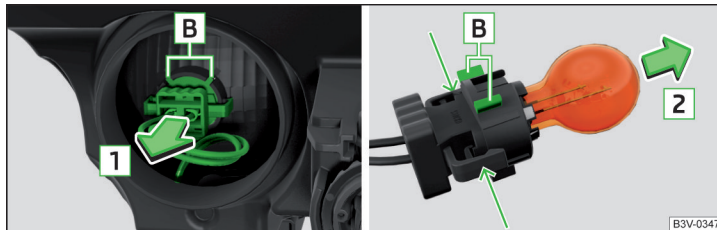

Abb. 361 Glühlampe für Blinklicht vorn wechseln
- » Die Fassung mit der Glühlampe mit Wackelbewegungen in Pfeilrichtung **1** » Abb. 361 herausziehen.